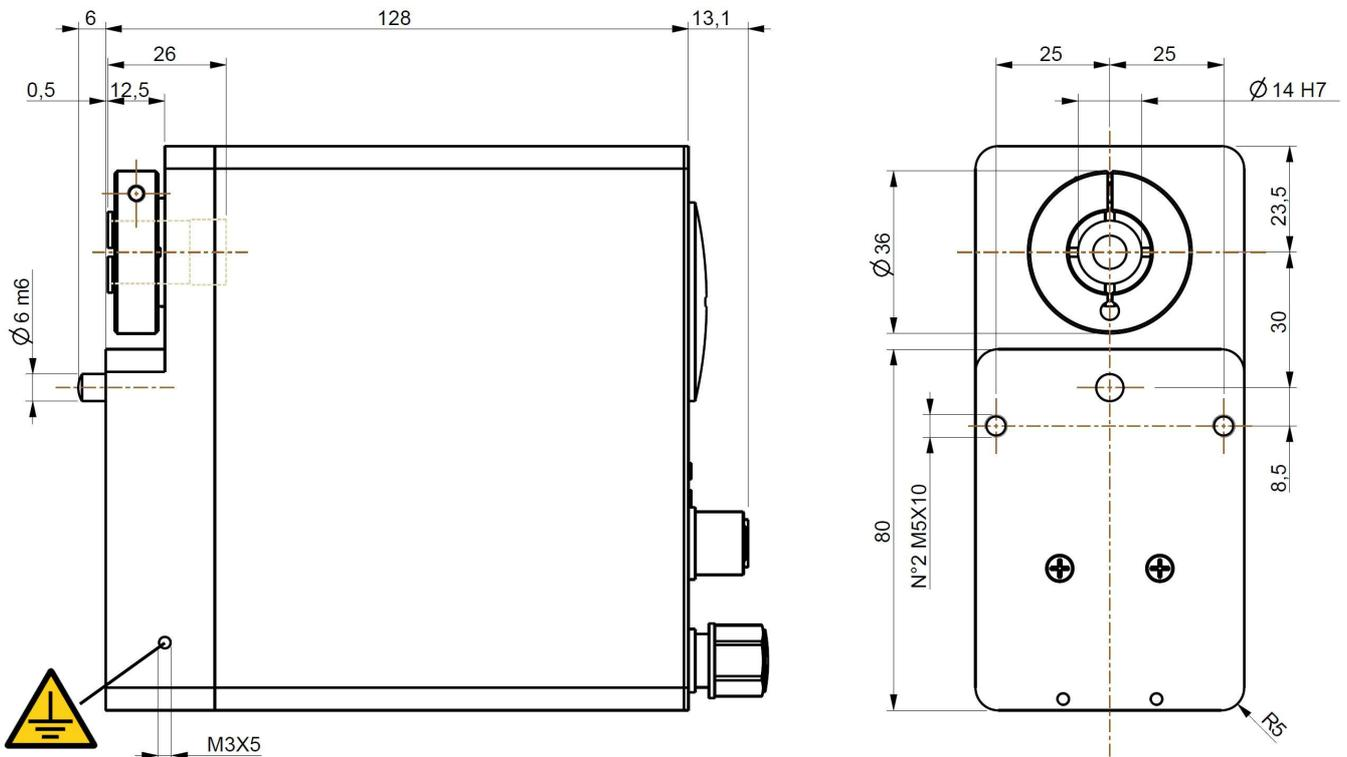

Figura 2 - Lay-out unità RD12A
4.1 Collegamento messa a terra (Figura 1 e Figura 2)
Collegare il corpo del dispositivo a un buon punto di terra; si consiglia di utilizzare il punto di collegamento previsto (si vedano la Figura 1 e la Figura 2). Collegare la calza del cavo a un buon punto di terra sul lato utilizzatore. I cavi intestati EC- di Lika Electronic prevedono il collegamento della calza alla ghiera del connettore per la messa a terra attraverso il corpo del dispositivo. I connettori volanti E- di Lika Electronic utilizzano un connettore plastico; pertanto non è possibile la raccolta calza. Nel caso in cui si utilizzi un connettore metallico collegare opportunamente la calza del cavo attenendosi alle istruzioni del costruttore. Si veda anche la nota al paragrafo successivo. In tutti i casi assicurarsi che il punto di terra sia privo di disturbi e il più vicino possibile al dispositivo.